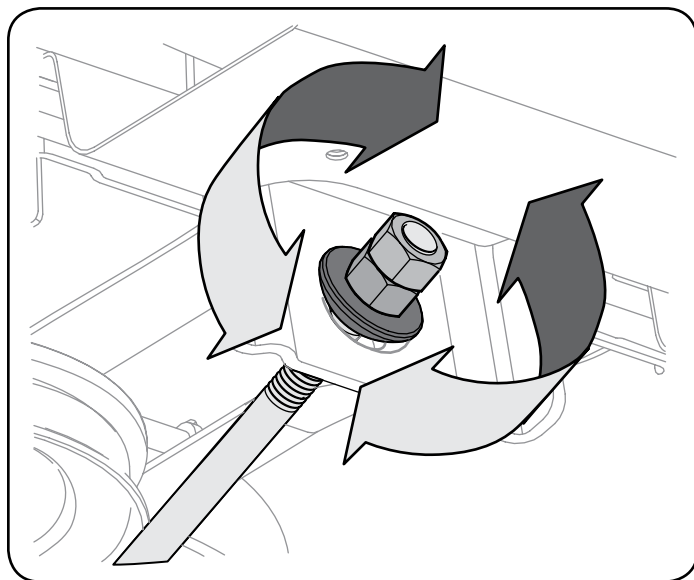

Figura 21
5. Para *eleva*r el frente de la plataforma, extraiga la tapa de extremo, afloje la tuerca exterior y apriete (rosca hacia adentro) la tuerca contra el soporte de suspensión delantera. Vea la Figura 21. Una vez alcanzado el ajuste adecuado, vuelva a ajustar la tuerca exterior y vuelva a colocar la tapa de extremo.
6. Para *bajar* el frente de la plataforma, extraiga la tapa de extremo, afloje la tuerca exterior y luego afloje (rosca hacia afuera) la tuerca, lejos del soporte de suspensión delantera. Vea la Figura 21. Una vez alcanzado el ajuste adecuado, vuelva a ajustar la tuerca exterior y vuelva a colocar la tapa de extremo.